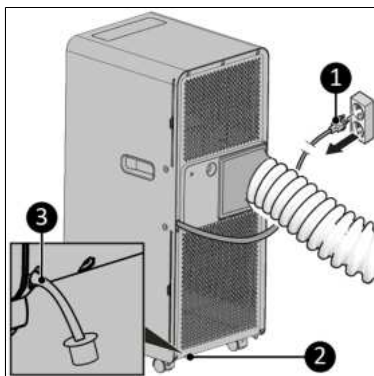

Figura 33.
1. Asigurați-vă că dispozitivul este oprit și deconectat de la priză (Figura 33, elementul 1).
2. Scoateți capacul (Figura 33, elementul 3) din orificiul de scurgere a apei (Figura 33, elementul 2).